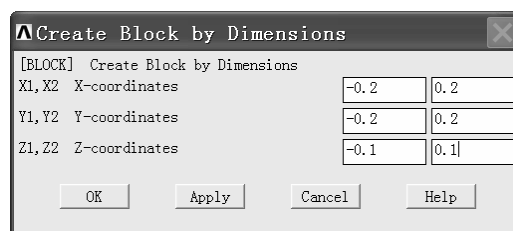
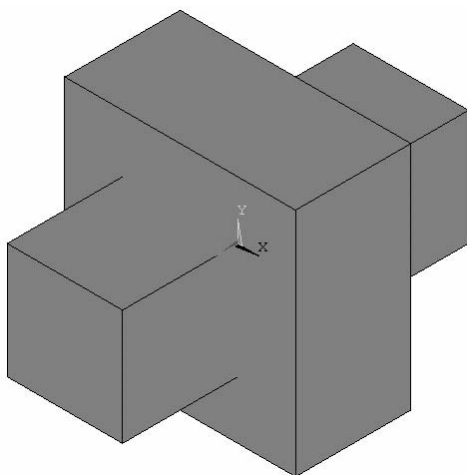
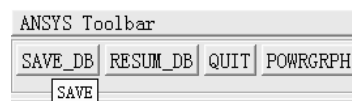

图 2-85 “Create Block by Dimensions” 窗口
图 2-86 生成第二个方块
图 2-87 工具条
(3) 在再次弹出的“Create Block by Dimensions”窗口中进行如下操作（见图 2-85）：在“X1, X2 X-coordinates”后的两个方框中分别输入“-0.2”、“0.2”，在“Y1, Y2 Y-coordinates”后的两个方框中分别输入“-0.2”、“0.2”，在“Z1, Z2 Z-coordinates”后的两个方框中分别输入“-0.1”、“0.1”，单击“OK”按钮，第二个方块生成（见图 2-86）。单击操作界面左上角工具条中的“Save\_DB”按钮（见图 2-87），保存文件。